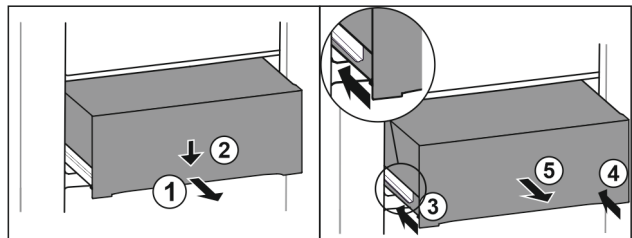

Fig. 80
- Lade er half uittrekken. Fig. 80 (1)
- Schuiflade aan de voorzijde omlaag drukken. Fig. 80 (2)
- Linker rail ca. 2 cm inschuiven. Fig. 80 (3)
- Rechter rail ca. 2 cm inschuiven. Fig. 80 (4)
- Lade naar voren toe verwijderen. Fig. 80 (5)